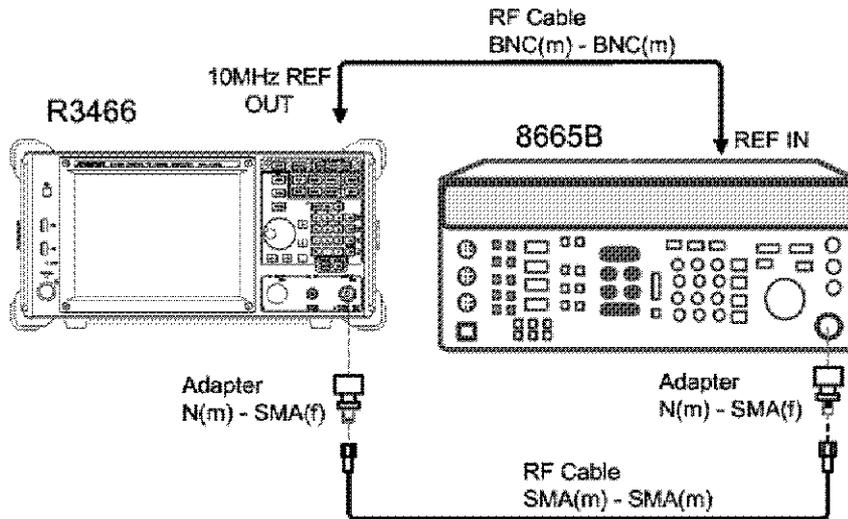

図 2-6 信号純度試験
1. 機器を図 2-6 のように接続します。R3466N の場合は、Adapter の後に 50 to 75 Ω 変換器を使用して本器と接続します。